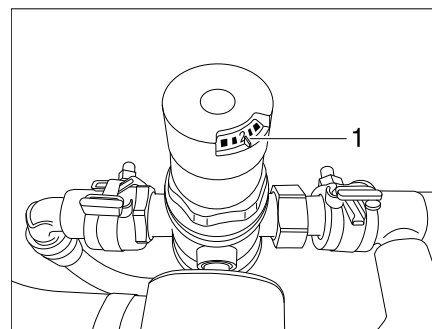

Fig. 171 Réglage du réducteur de pression
- Contrôler le réglage du réducteur de pression sur 2 bars (équipement chauffe-eau) ou 3 bars (équipement chauffe-eau instantané) (Fig. 171,1).